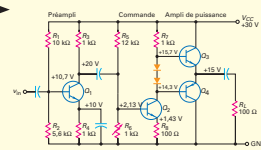

Figure 10.43
- Que vaut le courant collecteur au repos dans la figure 10.43 ?
- Quel est le gain en tension total de l'amplificateur à trois étages de la figure 10.43 ?